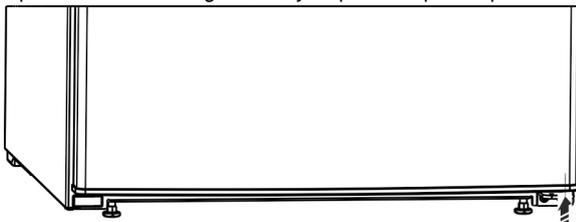

Fig. 11
- ▶ Réinstaller la butée Fig. 11 (13) en bas à droite sur la porte, car elle joue un rôle important dans la stabilité de l'appareil.